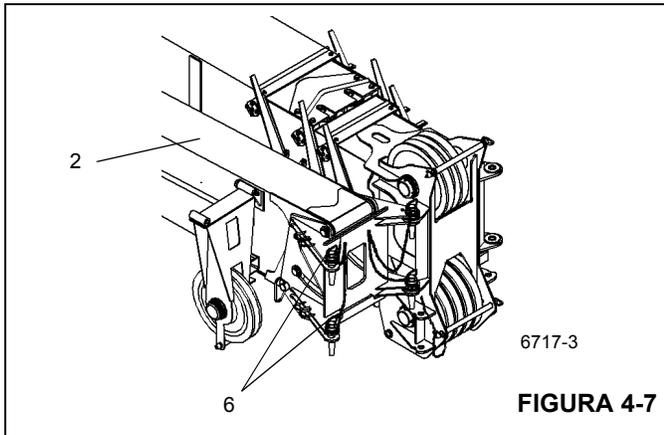
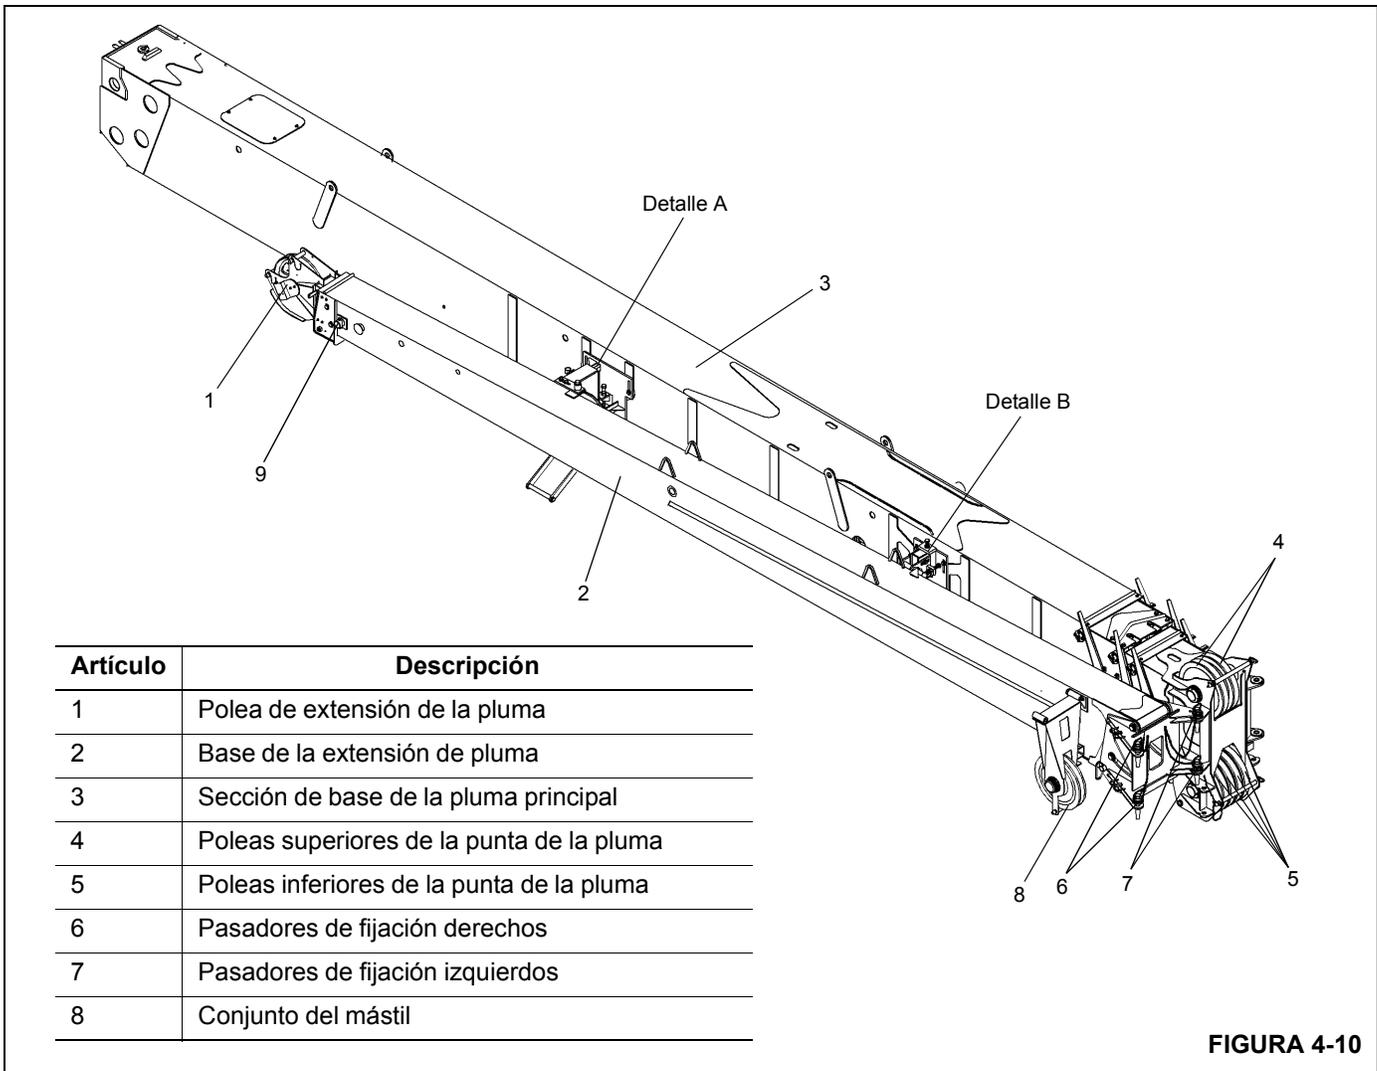

FIGURA 4-7
FIGURA 4-10
4. Saque las pinzas de retención de los pasadores de fijación derechos (6) (Figura 4-7) (Figura 4-10) que están almacenados en la base de la extensión de pluma y saque los pasadores de fijación de la extensión (2) (Figura 4-7) (Figura 4-10). Inserte los pasadores de fija-